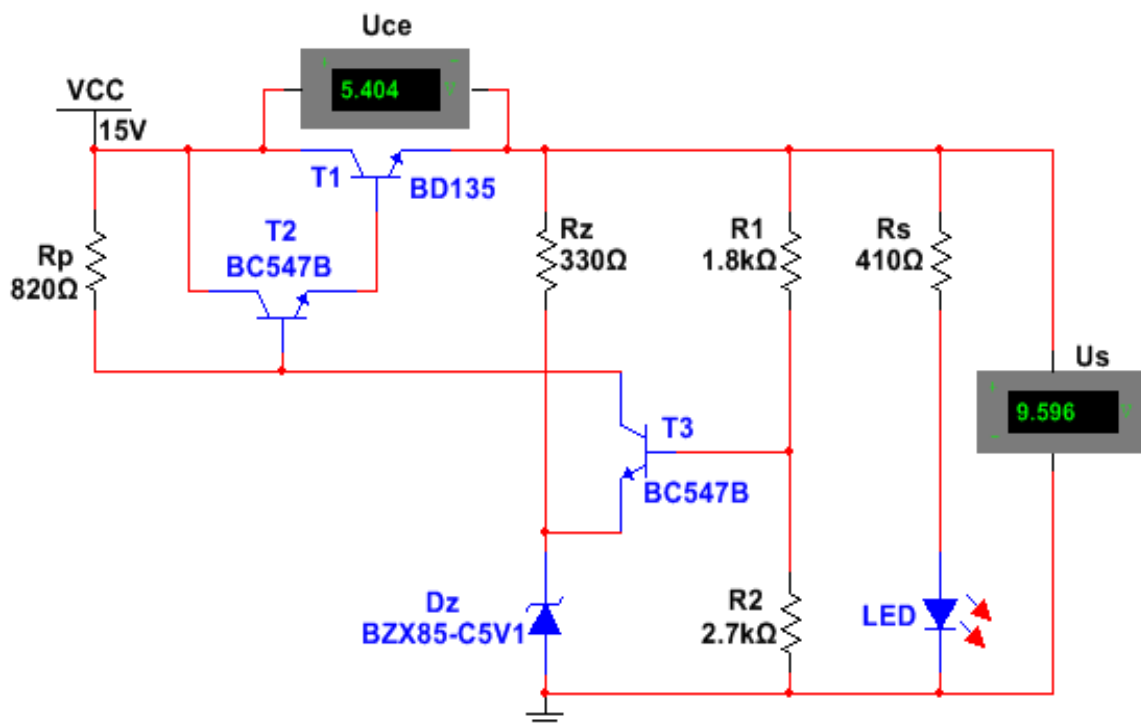

Figura 3.14 Stabilizator de tensiune serie în montaj Darlington cu amplificator de eroare
1. Realizează cu simulatorul schema electronică din **figura 3.14**;
3. Realizează pe placa de probă montajul schemei din **figura 3.14**;